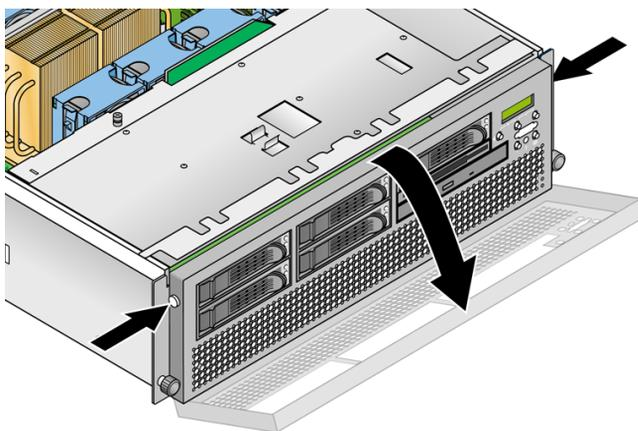

FIGURE 4-13 Retrait du panneau avant
2. Retirez le panneau avant du serveur en appuyant sur les boutons recouverts de caoutchouc latéraux et en faisant basculer le panneau vers l'avant (voir FIGURE 4-13).